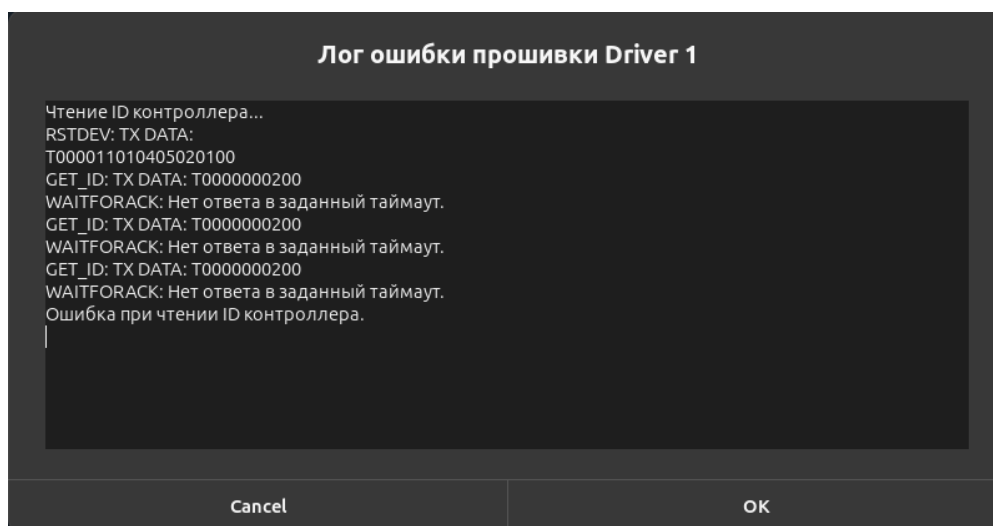

Рисунок II-79 – Лог ошибки прошивки
- 8) Нажмите «OK». Отобразится лог ошибки (см. Рисунок II-79).